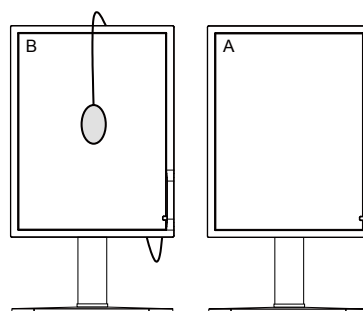

图 C.2
8. 从源显示器 A 取出 USB 光学传感器并置于显示器 B 的中央（图 C.2）。